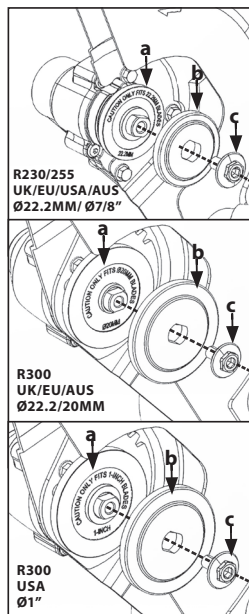

Abb. 1
- Installieren Sie den Klängenflansch (a) an der Innenseite der Klinge. **(Abb. 1)**
- Installieren Sie den äußeren Scheibenflansch (b) und setzen Sie die Dornschraube (c) in den Dorn der Maschine ein. **(Abb. 1)**